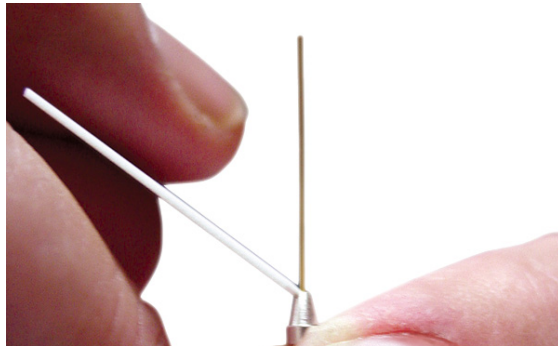

Abbildung 12.
- 2 Prüfen Sie das Säulenende. Es sollte quadratisch sein und darf keine Risse aufweisen. Trimmen Sie es bei Bedarf. Siehe **Abbildung 12**